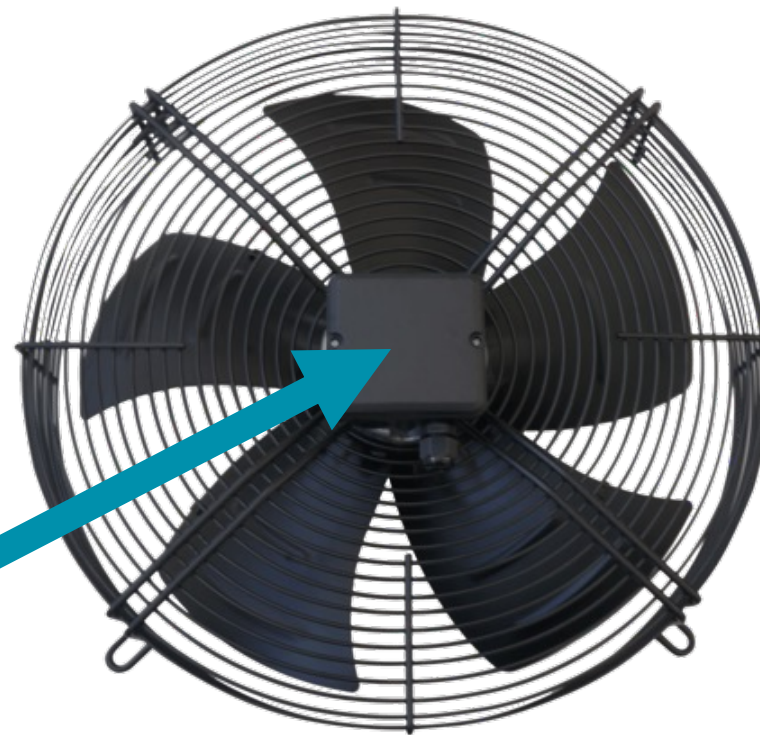

Figura 5 - Ventilador axial Ø450mm
- Os ventiladores 3~ são 220/380V, para alteração de ligação se faz necessário a abertura da caixa elétrica do ventilador conforme Figura 5.